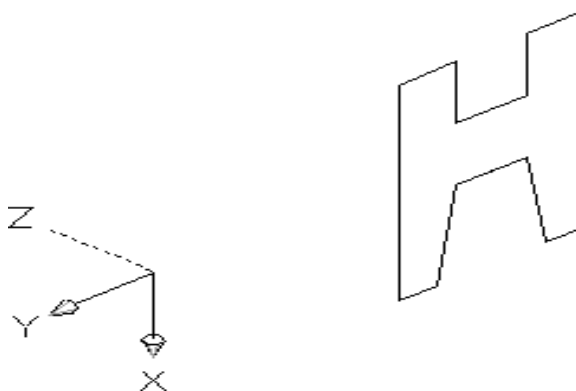

Рис.55.
*Выдавливание.* Построим изображение контура стороны предмета, которая не меняет свою форму по толщине. Предварительно, вращением ПСК направления осей X и Y совмещаем с плоскостью изображения. Обводим контур сплошной полилинией (Рис.55).